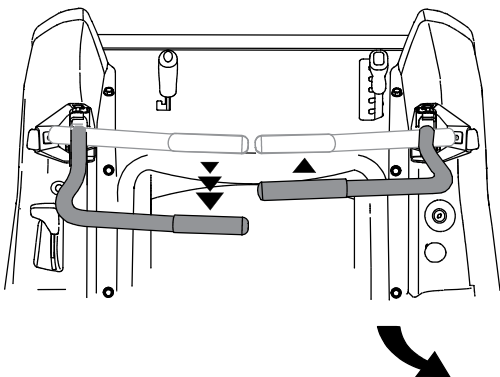

Figura 5-8
- Para girar a la derecha mientras se desplaza marcha atrás, mueva la palanca de control del lado derecho hacia adelante respecto de la palanca izquierda. Vea la Figura 5-8.